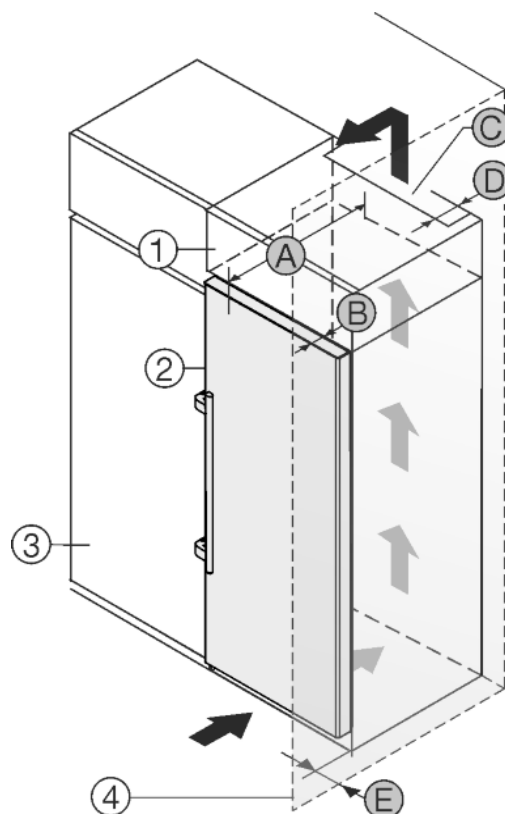

Fig. 20
Spotřebič lze zabudovat do kuchyňských skříní. K vyrovnání spotřebiče Fig. 20 (2) na výšku kuchyňské linky lze na přístroj nasadit nástavec Fig. 20 (1).
Spotřebič lze instalovat přímo vedle kuchyňské skřínky Fig. 20 (3). Aby bylo možné dvířka plně otevřít, musí spotřebič přesahovat o hloubku Fig. 20 (B) vůči přední linii kuchyňské skřínky. V závislosti na hloubce kuchyňských linek a použití vymezovačů odstupů od stěny může spotřebič vyčnívat dále.
- Na zadní straně skřínky nástavce musí být větrací šachta hluboká alespoň hloubku Fig. 20 (D)mm přes celou šířku nástavce skřínky.
- Pod stropem místnosti musí být dodržen ventilační průřez Fig. 20 (C).
Pokud je spotřebič se závěsy instalován vedle stěny Fig. 20 (4), musí být dodržena vzdálenost Fig. 20 (E) mezi spotřebičem a stěnou. To odpovídá přesahu madla při otevřených dvířkách.